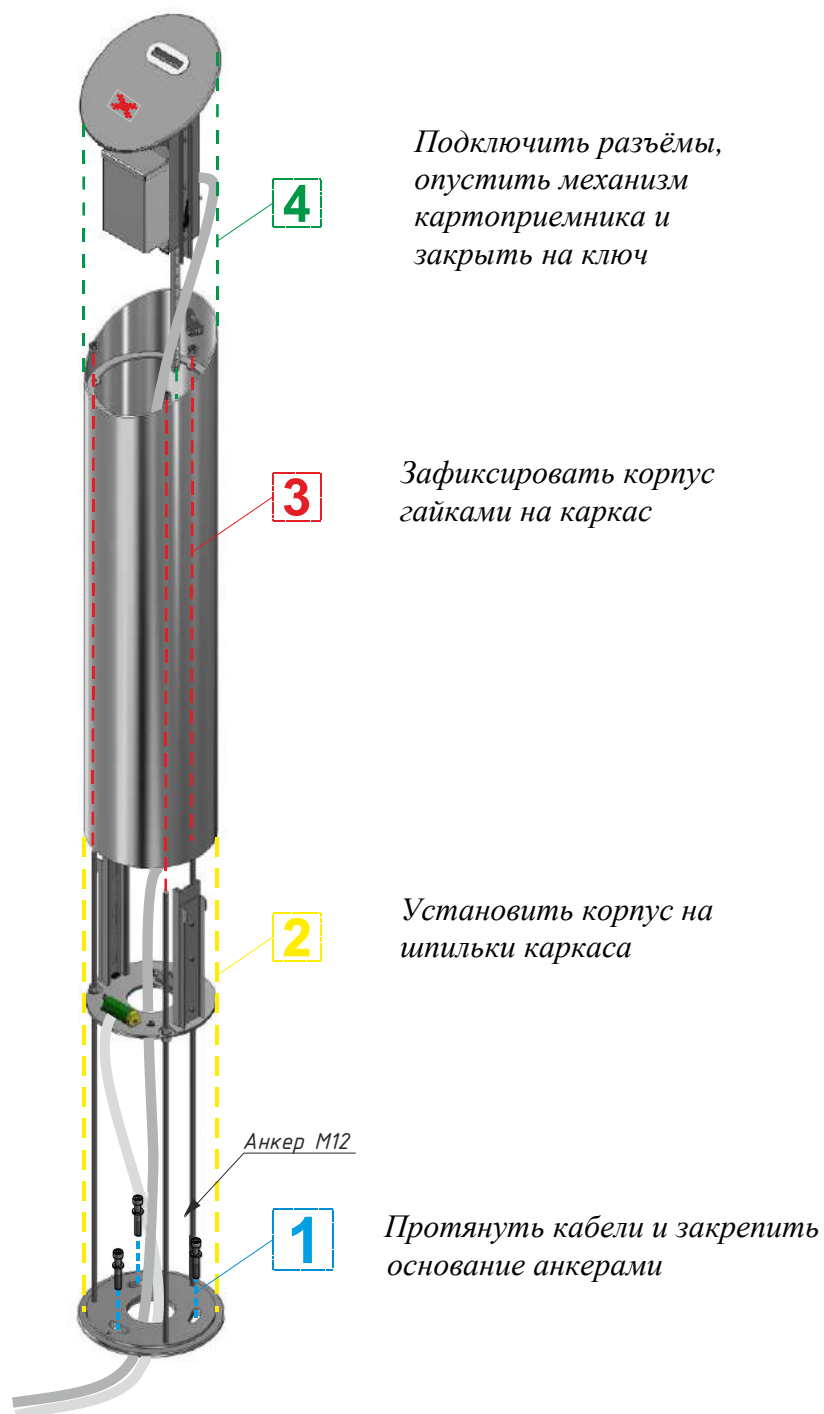

Рис.11 - Общий вид схемы монтажа картоприемника
13) Закрепить основание **14** (нижний фланец) каркаса **13** анкерными болтами **18** (Рис.11).